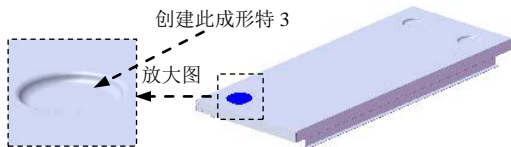

图 17.9.44 创建成形特征 3
Step20. 创建图 17.9.44 所示的成形特征 3 和图 17.9.45 所示的成形特征 4, 详细操作过程参见 Step19。